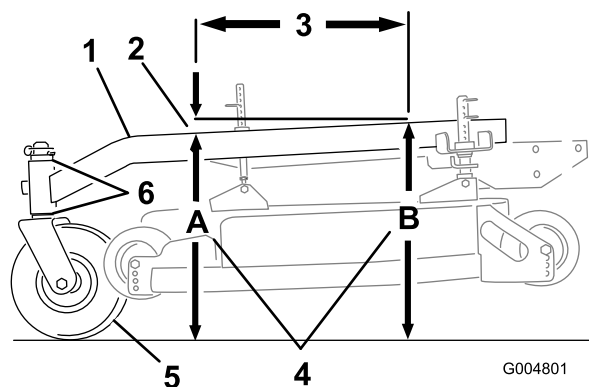

Figure 64
L'inclinaison avant/arrière du bâti porteur doit être comprise entre 3 mm (1/4") et 9 mm (3/8") sur 61 cm (24") de sa longueur (Figure 64).
- Mesurez 61 cm (24") sur le bâti porteur (Figure 64).
- Mesurez la hauteur du bâti porteur au point **A** (Figure 64).
- Mesurez la hauteur du bâti porteur au point **B** (Figure 64).
- La hauteur au point **A** doit être inférieure de 6 à 10 mm (1/4 à 3/8") par rapport au point **B** (Figure 64).
- Si ce n'est pas le cas, déplacez les entretoises des roues pivotantes de manière à obtenir l'inclinaison voulue de 6 à 10 mm (1/4 à 3/8") (Figure 64). Déplacez les entretoises en haut ou en bas pour corriger l'inclinaison.